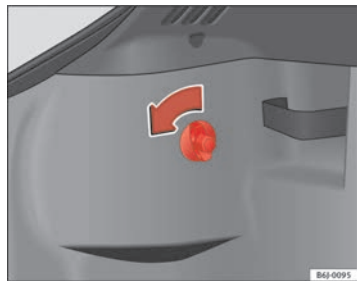

Abb. 146 Zugang zu den Rückleuchten
- Die Schraube von Hand oder mit einem Schraubendreher in Pfeilrichtung ⇒ Abb. 146 drehen.
- Nehmen Sie den Stecker aus der Aufnahme **A** heraus ⇒ Abb. 146.